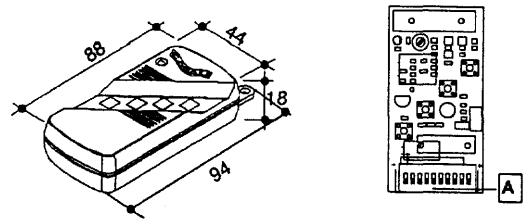

Рис. 1
- Установите микропереключатели кодов **А** в брелке-передатчике комбинацию отличную от “заводской” и комбинаций “все OFF” и “все ON” см. рис. 1;